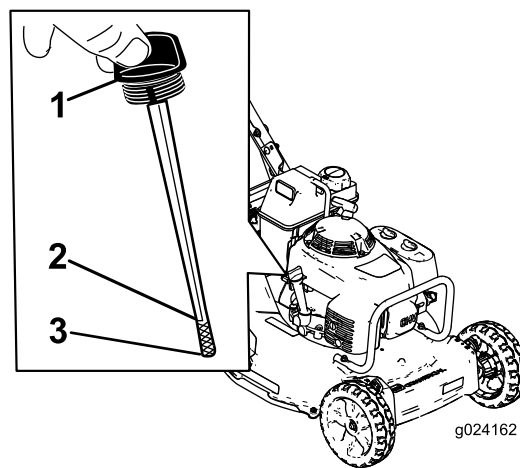

Figura 6
Antes de cada utilização, assegure que o nível de óleo se encontra entre as marcas Add e Full na vareta (Figura 6).
2. Limpe em redor da vareta (Figura 6).